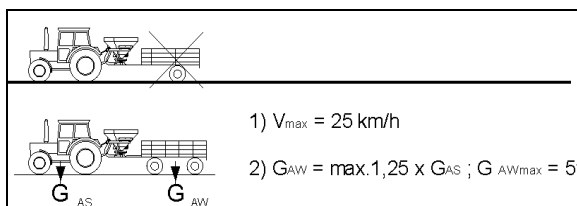

Fig. 46
6. Rodillos fijos (Fig. 46/1) traseros
- o montar y asegurar con el pasador elástico (Fig. 46/2) en el orificio medio,
Al realizar el montaje de los rodillos fijos, asegurarse de que el perno (Fig. 46/3) pase a través del taladro del bastidor, manteniendo así los rodillos en la dirección longitudinal.